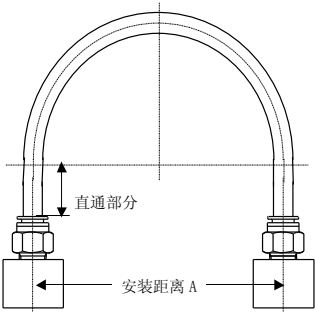

图 1 推荐配管图
- ① 给快换管接头配管时, 请按照图 1 所示的推荐配管条件进行配管, 并且软管长度请留出余裕。